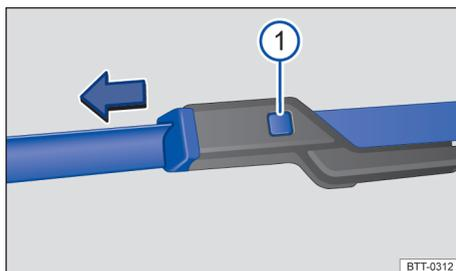

Fig. 155 Troca das palhetas dos limpadores do para-brisa.
- Mantenha pressionada o botão de destravamento → Fig. 155 ① e puxe ao mesmo tempo a palheta no sentido da seta.